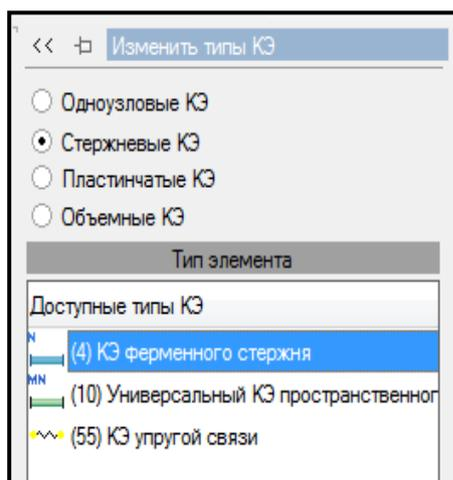

Рисунок 1.12 – Панель активного режима **«Изменить типы КЭ»**
7 В блоке **«Тип элемента»** в списке **«Доступные Типы КЭ»** выбрать **«(4) КЭ Ферменного стержня»** (рисунок 1.12).